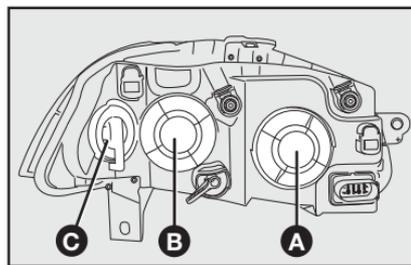

fig. 37
1) Girar a tampa **A-fig. 37** (para trocar a lâmpada do farol baixo) ou a tampa **B-fig. 37** (para trocar a lâmpada do farol alto) no sentido anti-horário e retirá-la:
6) Recolocar a tampa **A-fig. 37** ou **B-fig. 37**, girando-a no sentido horário.
- 2) Girar a tampa porta-lâmpada **C-fig. 37** no sentido horário e retirá-la.
- 4) Substituir a lâmpada e recolocar a tampa **C-fig. 37**, girando-a no sentido anti-horário.
- 1) Girar a tampa **B-fig. 37** no sentido anti-horário e retirá-la;
- 5) Recolocar a tampa **B-fig. 37**, girando-a no sentido horário.